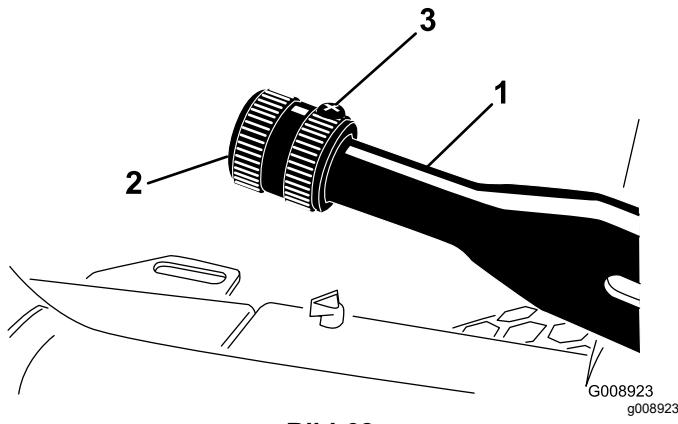

Bild 62
2. Lösen Sie die Stellschraube, mit der das Handrad am Feststellbremshobel befestigt ist (**Bild 62**).